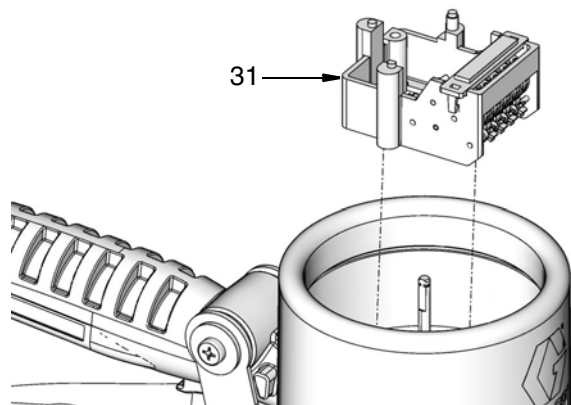

Рис. 19
- Снимите весь узел счетчика (31) (Рис. 19).